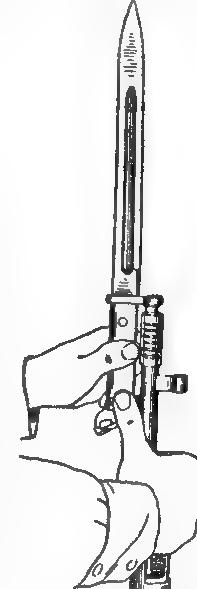

Рис. 73. Примыкание штыка
1. Примыкание штыка: вынуть штык из ножны, поставить винтовку прикладом на землю, мушкой вправо, правой рукой обхватить газовую камору, удерживая левой рукой штык за рукоятку, надеть его пазом головки рукоятки на нижний выступ надульника, большим пальцем правой руки (рис. 73) нажать на защелку рукоятки штыка, левой рукой подать штык вниз доотказа, направляя при этом отверстие упора рукоятки на втулку надульника.